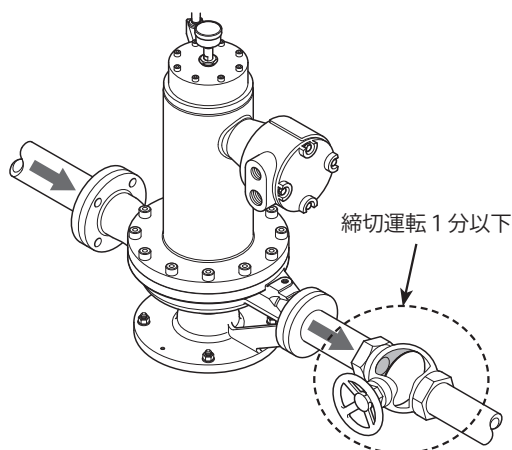

図3-2 締切運転の禁止
- リバースサーキュレーション型では、締切運転はしないでください。(図3-2